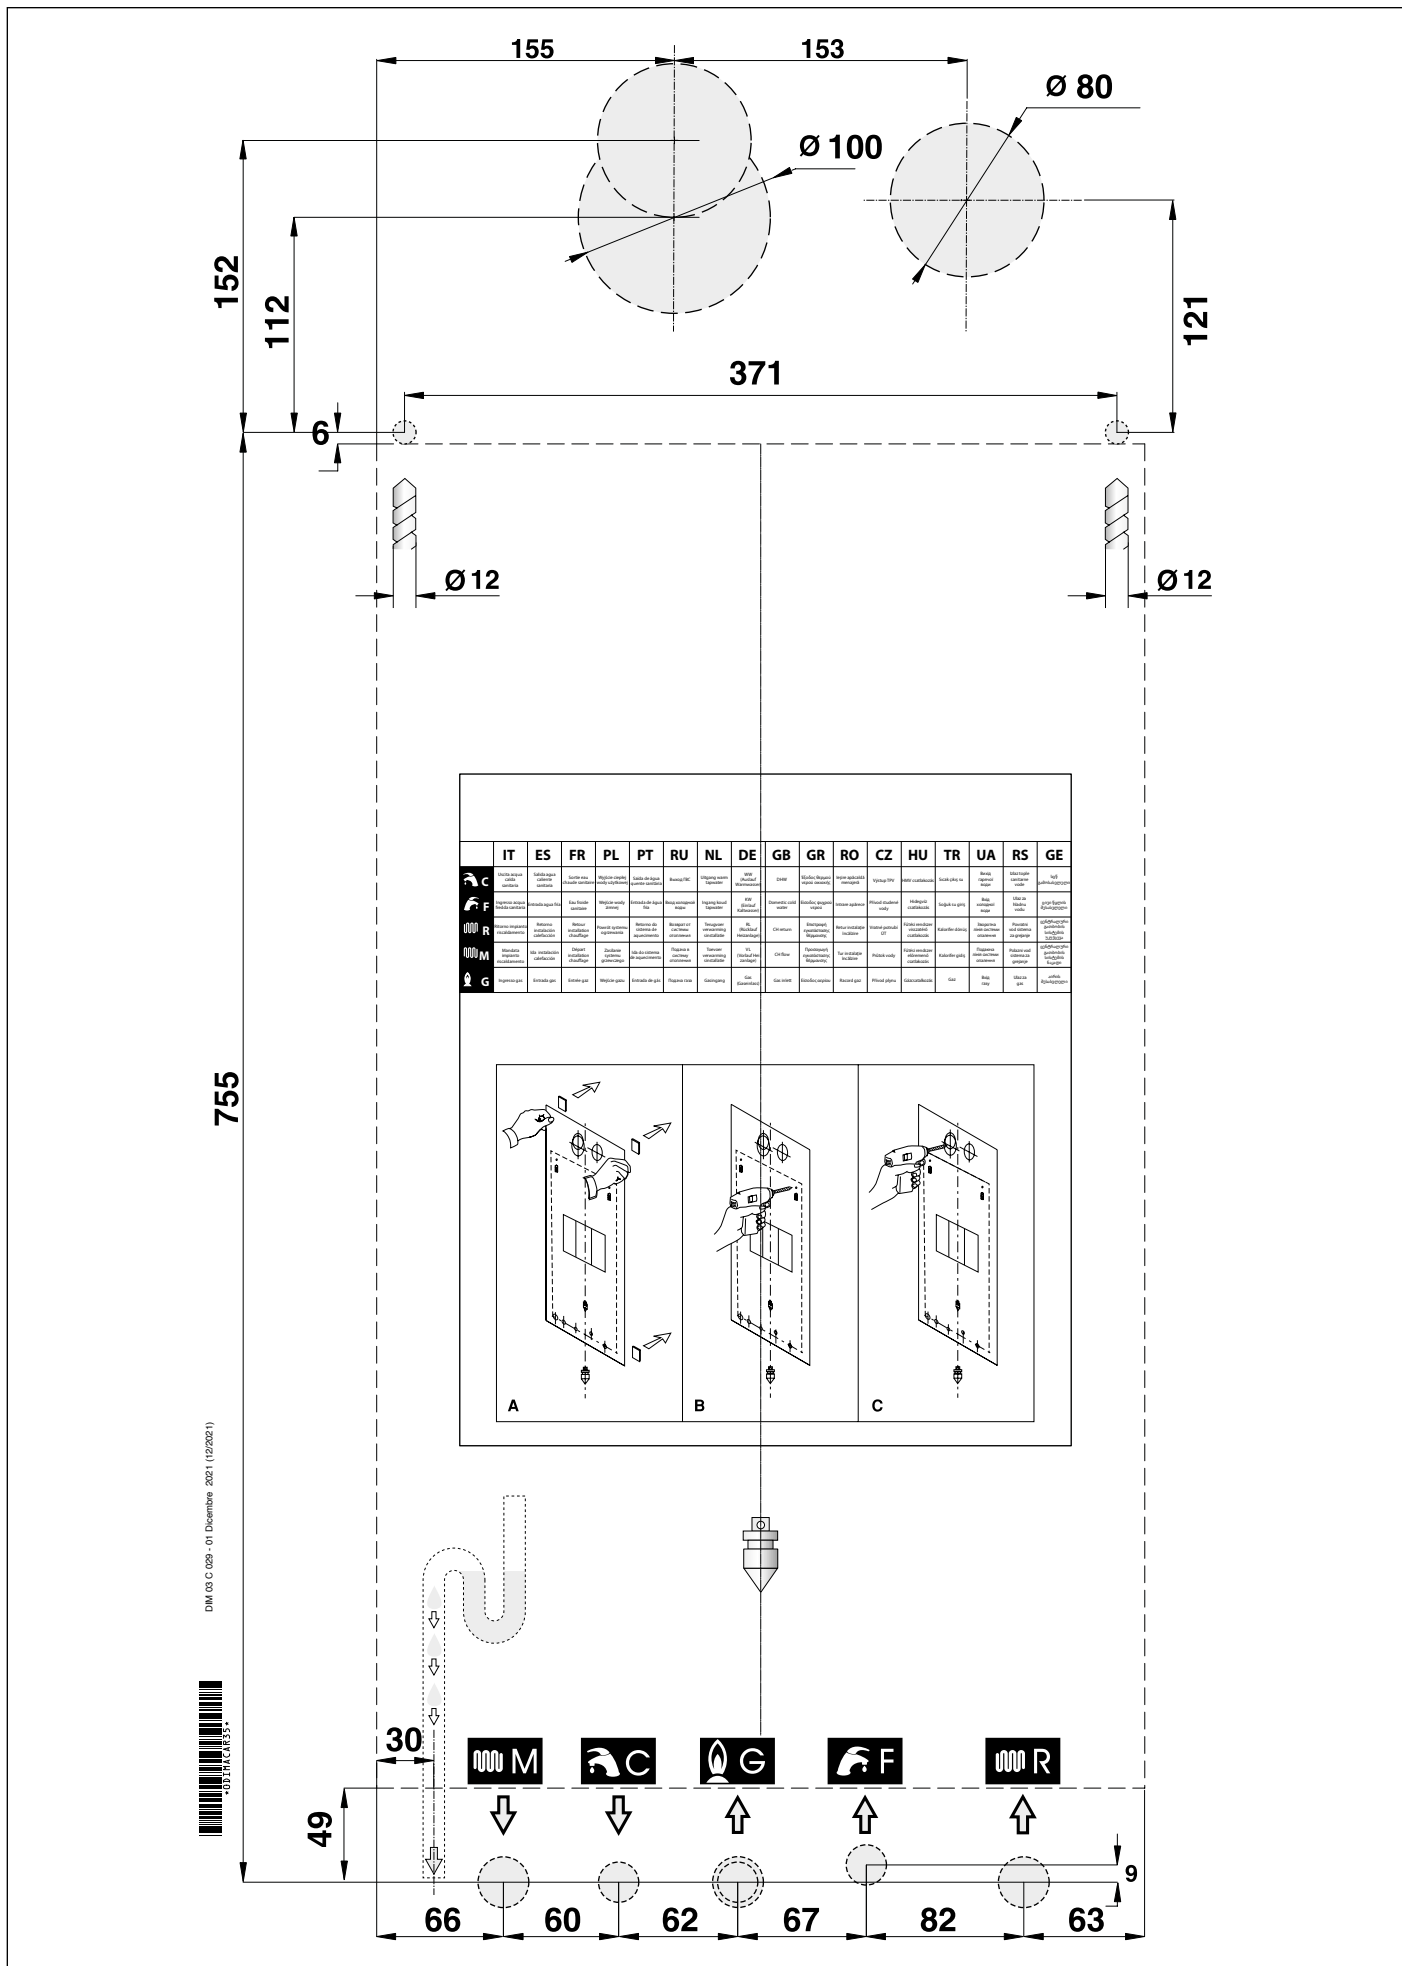

Fig. 9 Dima in carta
- la dima di fissaggio della caldaia al muro (Vedi Fig. 9 Dima in carta).
Ogni apparecchio è corredato di un'apposita dima in carta contenuta nell'imballo (vedi Fig. 9 Dima in carta).